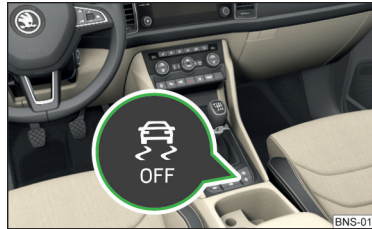

Abb. 262
▶ Die Taste 🚗 » Abb. 262 gedrückt halten.
› Die Taste  » Abb. 262 drücken.
› Die Taste  » Abb. 262 auf Seite 226 drücken.